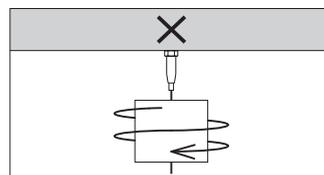

図10
- 吊っている対象物を回転させるなど、ワイヤーに常にねじれの力が加わる状態での使用はお止めください(図10)。ワイヤーが金具から抜ける場合があります大変危険です。